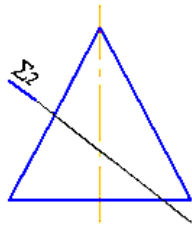

рис.1
3. При пересечении конуса плоскостью (рис.1) получится...